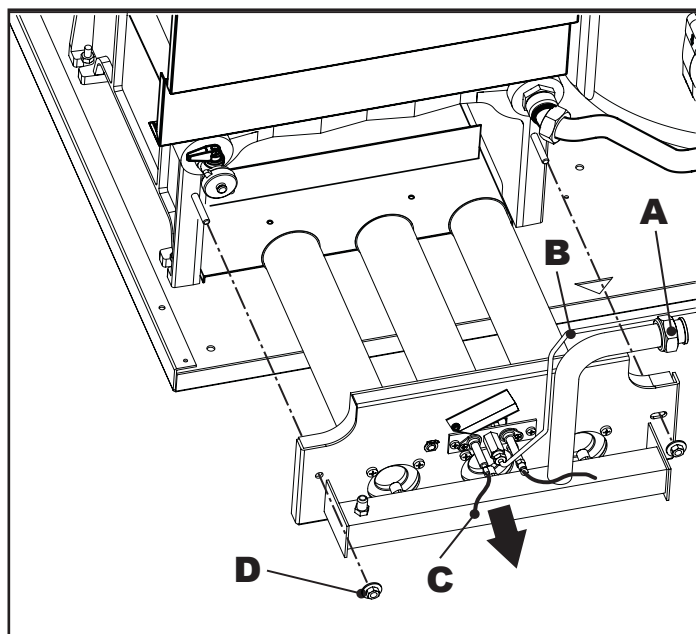

fig. 9
- Svitare i due dadi **D** che fissano la porta della camera di combustione agli elementi in ghisa della caldaia (fig. 9).